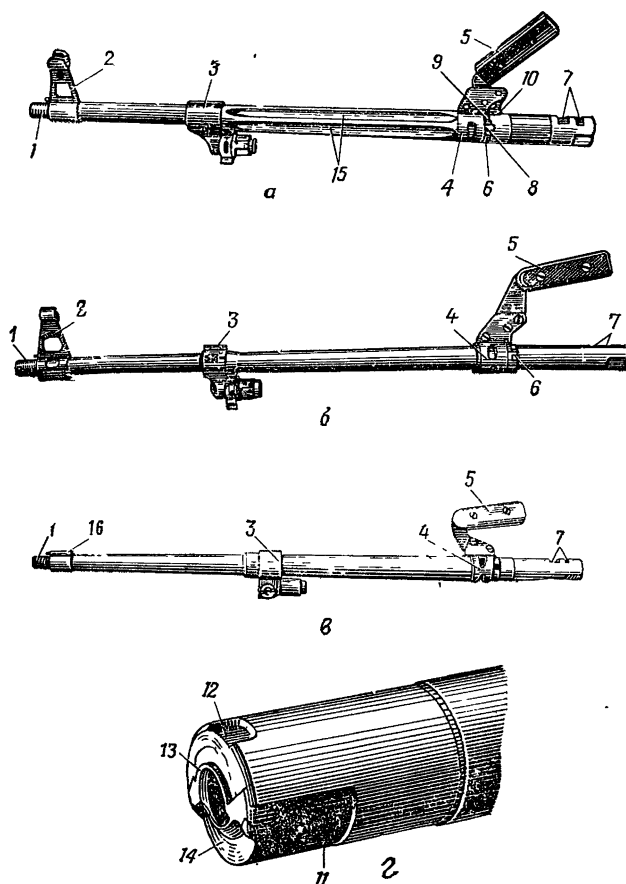

Рис. 24. Ствол:
13. Ствол (рис. 24) служит для направления полета пули. Внутри ствол имеет канал с четырьмя нарезами, выходящими слева вверх направо. Нарезы служат для придания пуле вращательного движения. Промежутки между нарезами называются полями. Расстояние между двумя противоположными полями (по диаметру) называется калибром канала ствола; у пулемета он равен 7,62 мм. В казенной части канал гладкий и сделан по форме гильзы; эта часть канала служит для помещения патрона и называется патронником. Переход от патронника к нарезной части канала ствола называется пульным входом.
Рукоятка пулемета (рис. 24, 28) служит для удобства замены ствола и переноски пулемета. Снизу она имеет выступ, с помощью которого при отделении ствола от пулемета обеспечивается первоначальный сдвиг ствола вперед.